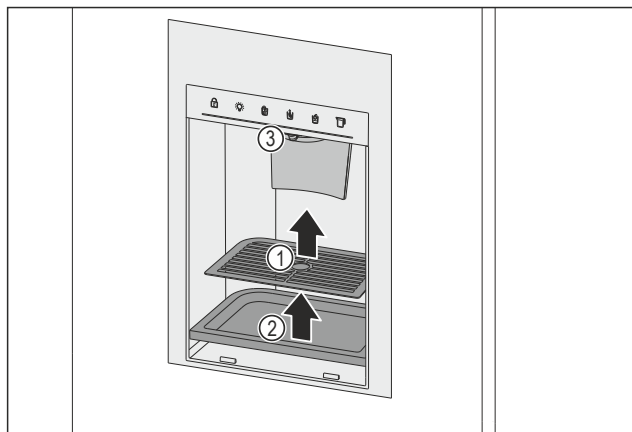

Fig. 150 Виймання решітки для крапель і піддону для крапель
- ▶ Вийміть решітку для крапель Fig. 150 (1).
- ▶ Вийміть піддон для крапель Fig. 150 (2).
- ▶ Очистьте випускний отвір Fig. 150 (3) і його оточення м'якою, чистою серветкою, теплою водою і невеликою кількістю мийного засобу.